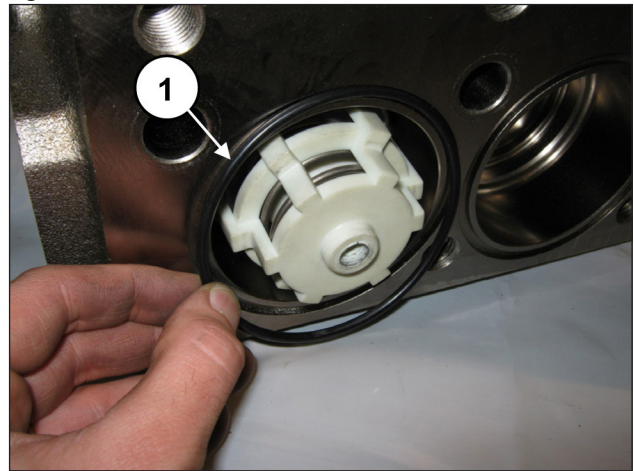

Fig. 151
Aplique o anel circular frontal na válvula de aspiração (pos. ①, Fig. 151).